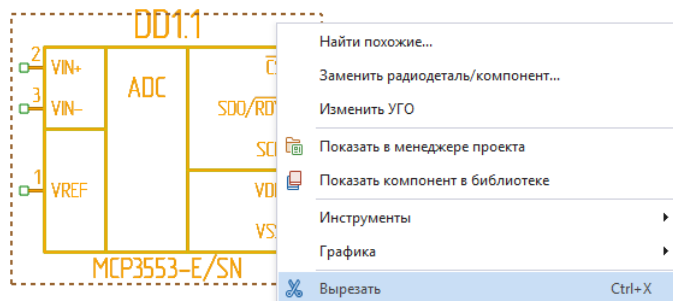

Рис. 203 Инструмент «Вырезать»
2. Вызвать контекстное меню и выбрать пункт «Вырезать», либо воспользоваться сочетанием клавиш «Ctrl+X», см. Рис. 203.